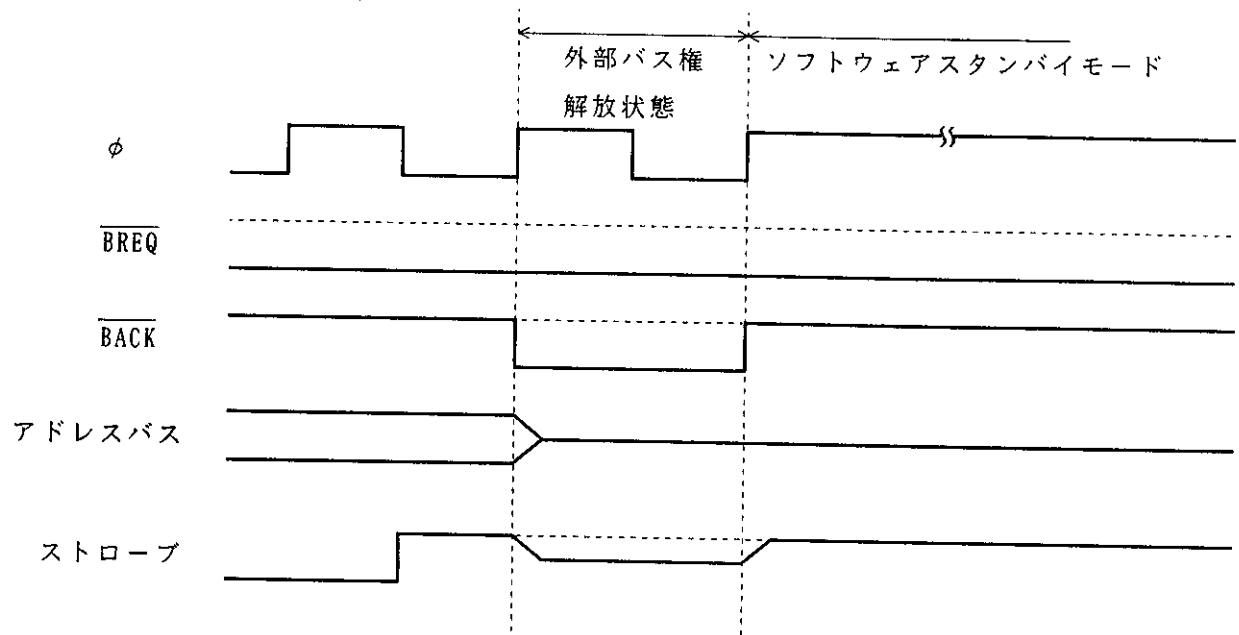

図 7.24 バス解放状態とソフトウェアスタンバイモードの競合
- (3) バスサイクルがウェイトステートの挿入により長く続く場合も、外部バス権解放状態と同様に、最初の要求が保持されます。
- (4) ソフトウェアスタンバイモードへ遷移するとき、外部バスマスタからのバス権要求が競合すると、ソフトウェアスタンバイモードへの遷移の直前に1ステートバス解放状態が発生することがあります(図7.24参照)。